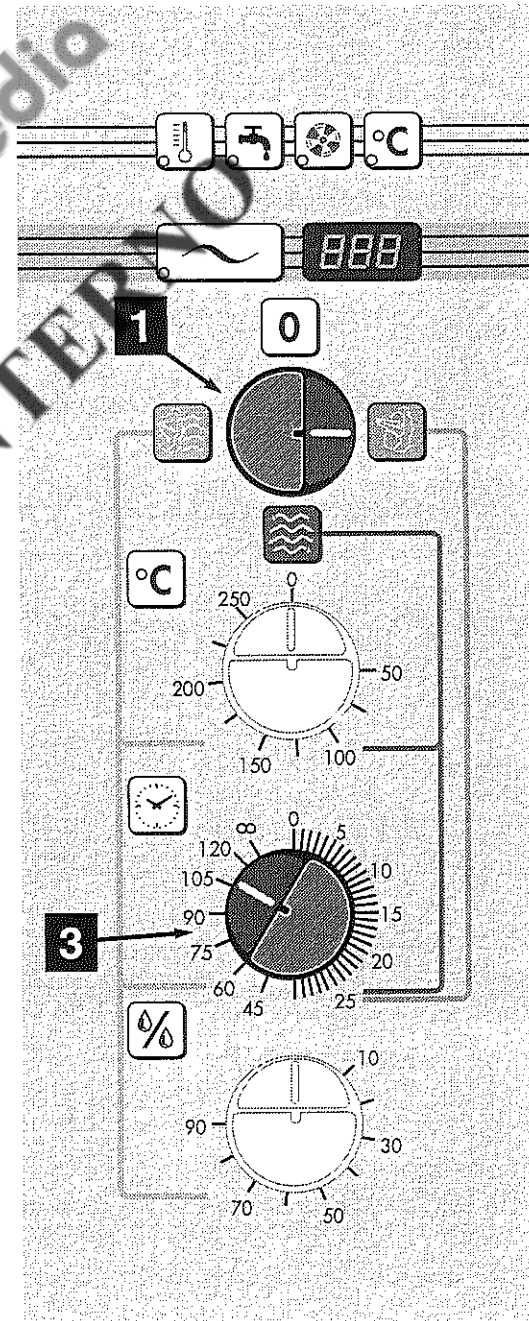

Fig. 12
- ruotare la manopola 1 (fig. 12) sul modo di cottura VAPORE